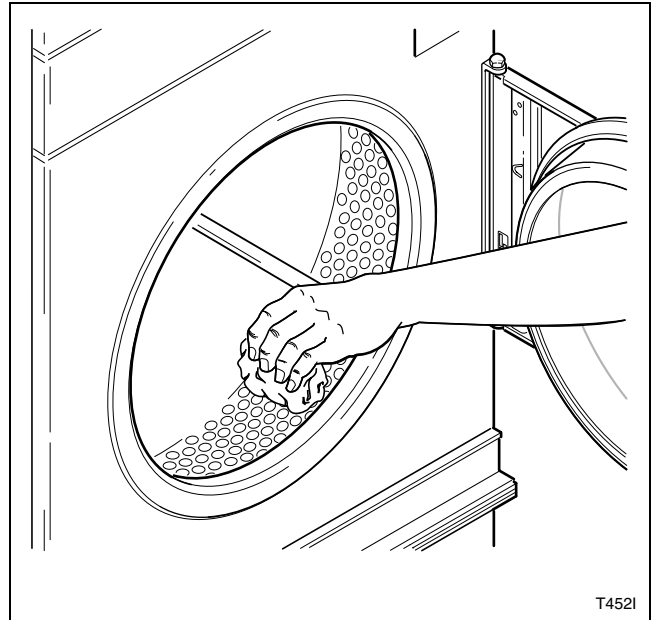

Figura 5
- Limpie el cilindro con un limpiador o detergente general y una solución de agua. Consulte la *Figura 5*.